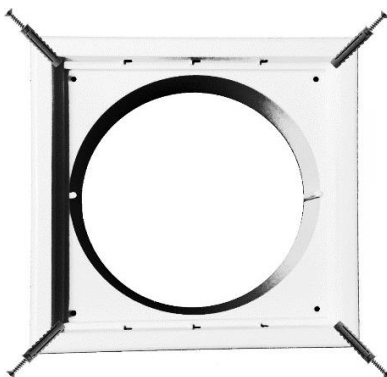

fig. 3
1. Raggiungere la parte esterna del foro nella parete. Con i 4 tasselli in dotazione (**E**) installare e fissare la cornice (**F**) della griglia di ventilazione esterna come mostrato in fig. 3.